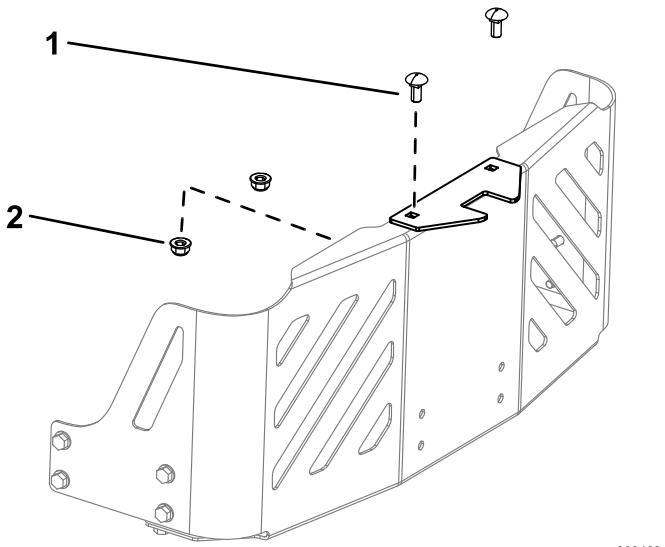

Bild 10
1. Befestigen Sie den Stabilisatorbügel mit zwei Schlossschrauben (5/16" x $\frac{3}{4}$) und zwei Sicherungsmuttern (5/16") an der Motorschutzvorrichtung (Bild 10).